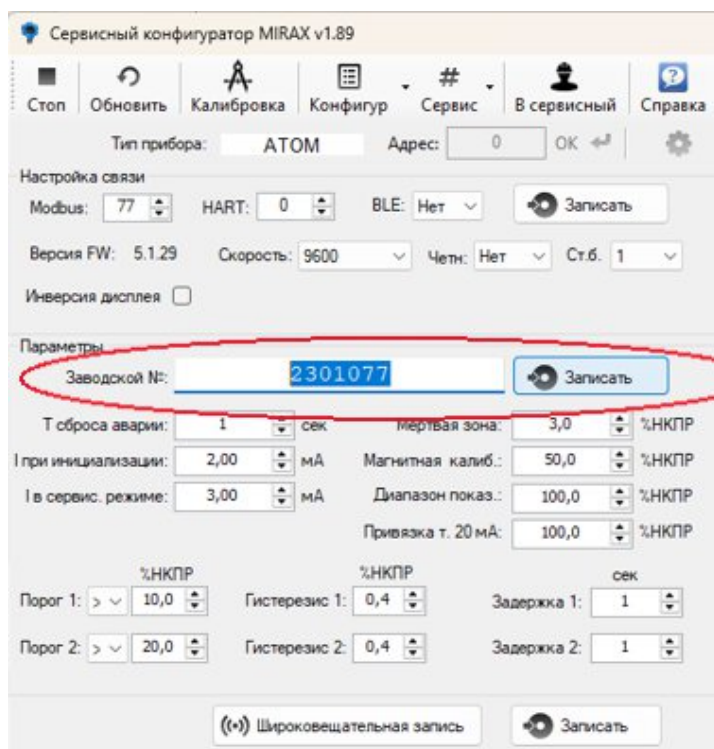

Рисунок 54
3) В строке «Заводской №» указать номер, соответствующий шильду на газоанализаторе, далее нажать «Записать» (рисунок 54).